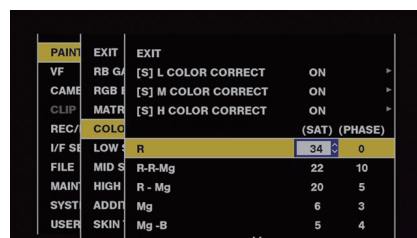
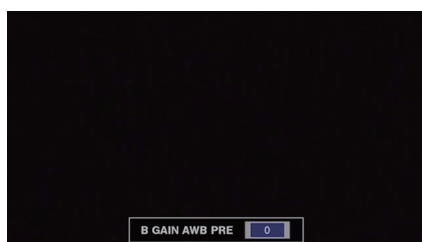

図 3
図 4
- 一部のメニューでは、数値設定のための画面がメニュー画面上 (図 3)、または画面の下部 (図 4) に表示されます。